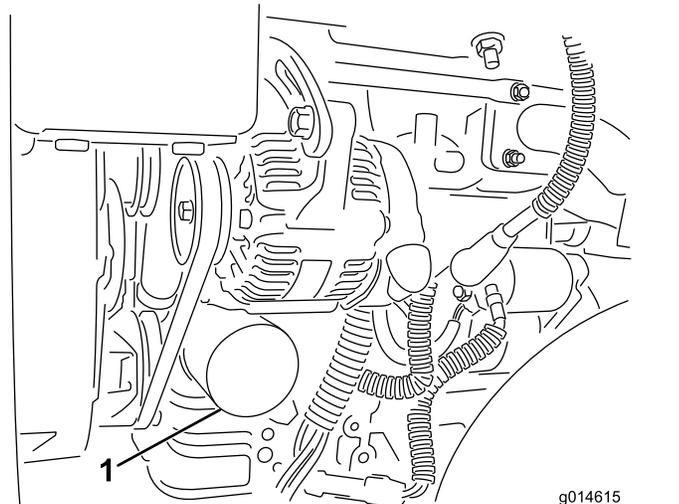

Bild 34
2. Entfernen Sie den Ölfilter (Bild 34). Ölen Sie die neue Dichtung am Ölfilter leicht mit frischem Öl ein.